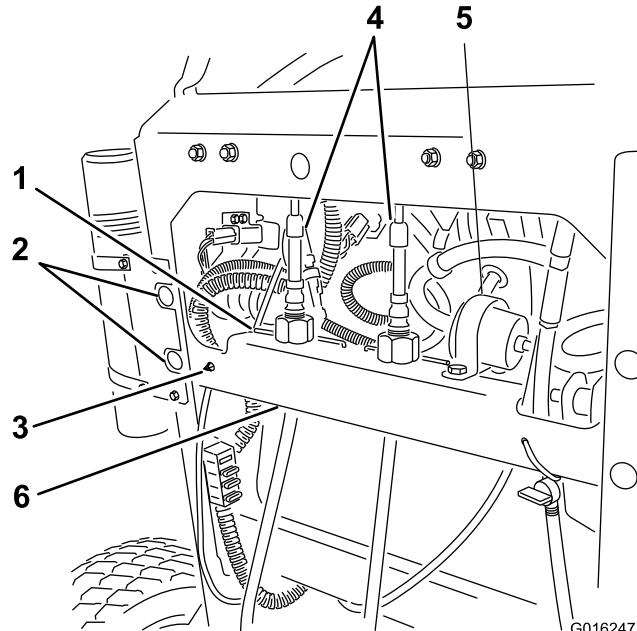

Figura 5
1. Retire el muelle de alambre que sujetas las tuercas de ajuste de la dirección (Figura 5).
3. Retire los cables del travesaño (Figura 5 y Figura 12).
6. Afloje la abrazadera en R grande y retire el filtro de la abrazadera en R (Figura 5).
7. En el lado izquierdo del travesaño, apriete el clip del conducto y páselo por el travesaño (Figura 5).
8. Retire los cuatro pernos y retire el travesaño de la máquina. Guarde estos herrajes y el travesaño (Figura 5).